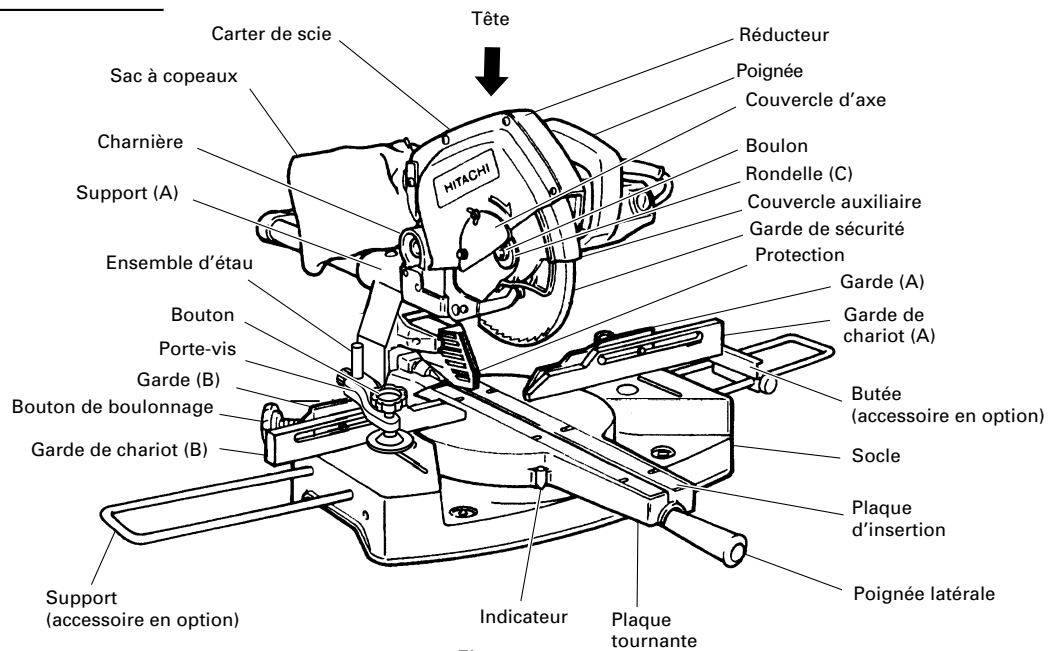
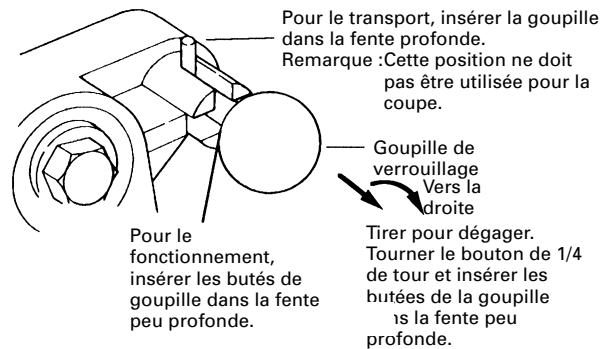

Fig. 1
Fig. 6-b
- ① Support de rallonge et butée (Fig. 1) (No. de code 998866)
- ② Ensemble de protection (A) (réglable) (No. de code 998984)
- ③ Lame TCT de 216 mm (8-1/2") (No. total de dents: 36) (No. de code 998860)
- ④ Lame TCT de 216 mm (8-1/2") (No. total de dents: 60) (No. de code 998862)
- ⑤ Lame TCT de 216 mm (8-1/2") pour aluminium (No. total de dents : 60) (No. de code 998864)
Quand l'outil électrique quitte nos usines, ses pièces principales sont fixées à l'aide d'une goupille de verrouillage. Déplacer légèrement la poignée (voir Fig. 1) de façon à dégager la goupille de verrouillage et la régler comme indiqué sur la Fig. 6-b.
REMARQUE: La goupille de verrouillage se dégagera plus facilement et plus sûrement si l'on abaisse légèrement la poignée (voir Fig. 1).
Fixer le sac à copeaux, le support, la butée et l'ensemble d'étau, la garde de chariot (A) et la garde de chariot (B) comme indiqué sur la Fig. 1.